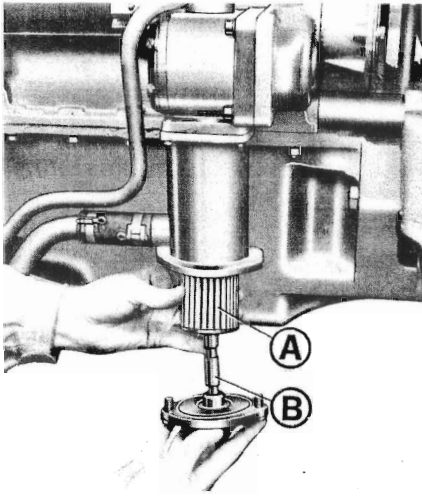

Fig. 28 - Filtro olio sollevatore idraulico
- Pulire il filtro olio sollevatore (fig. 28).